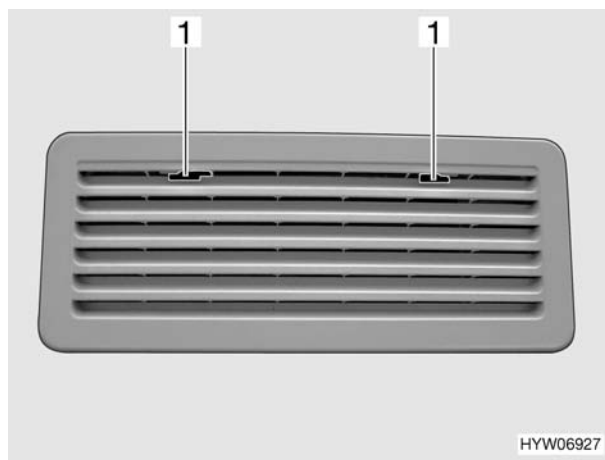

Fig. 71 Griglia di aerazione del frigorifero (variante 2)
- Spingere verso il centro l'arresto (Fig. 71,1).